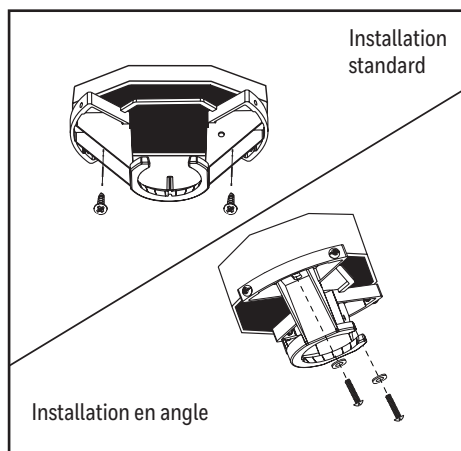

Figure 2.2
2. Installez le support de fixation sur la boîte de sortie (non incluse) à l'aide des vis et des rondelles fournies avec la boîte de sortie. **AVERTISSEMENT** : Afin de réduire les risques d'incendie, de choc électrique et de blessure, installez le ventilateur sur une boîte de sortie conçue pour soutenir un ventilateur et utilisez les vis de montage et les rondelles fournies avec la boîte de sortie (Figure 2.2).